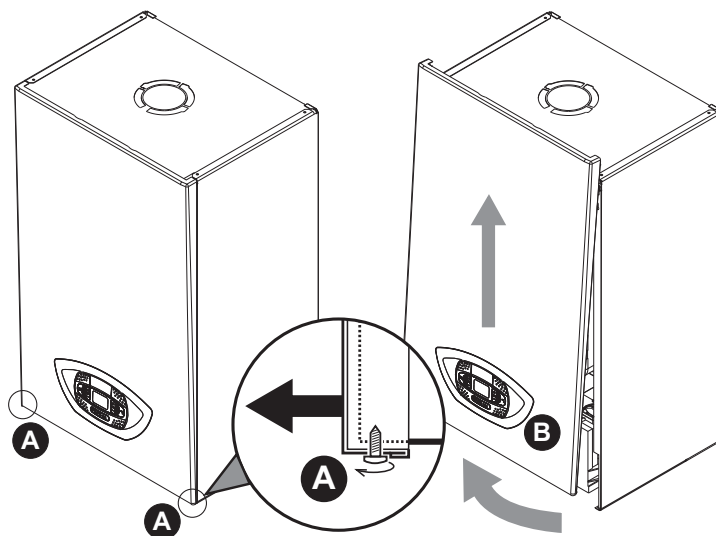

fig. 32 - Apertura pannello frontale
1. Svitare parzialmente le viti **A** (vedi fig. 32).